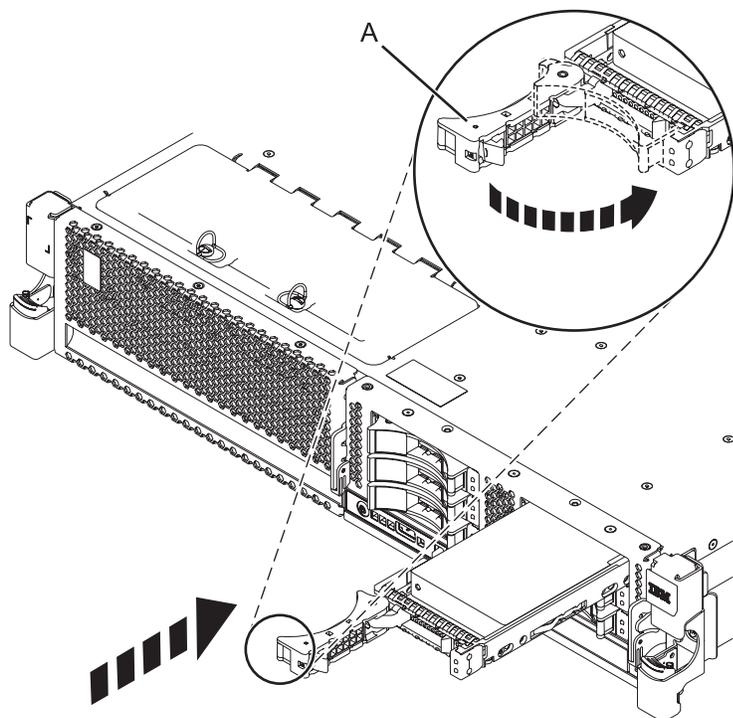

図2. ディスク・ドライブのシステムへの取り付け
6. 識別 LED が明滅したら、ドライブをシステムまたは拡張装置の中に奥まで差し込み、ドライブのハンドル (A) をロックされるまで押します (図2 を参照)。